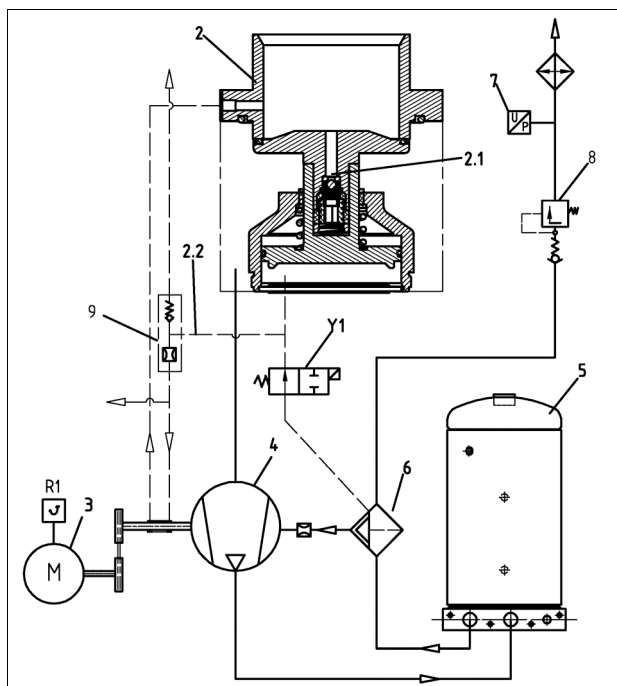

Рис. 4
- Когда система не работает, регулятор впуска (- 2 - Рис. 4) закрыт.
- Давление из напорной емкости (- 5 - Рис. 4) сбрасывается через линию продувки (- 2.2 - Рис. 4) и жиклер (-9 - Рис. 4) в канал всасывания.
- Мотор (- 3 - Рис. 4) запускается в режиме Y.
- Компрессор извлекает определенный объем воздуха через пусковой клапан (- 2.1 - Рис. 4). В емкости поднимается давление и закрывает регулятор.
- При переключении в режим Δ на электромагнитный клапан (- Y1 - Рис. 4) подается питание, и он перекрывает соединение между резервуаром высокого давления и впускным регулятором.
- Впускной регулятор открывается под воздействием разрежения на впуске. Вентилирование управляющего поршня осуществляется через линию продувки (- 2.2 - Рис. 4).
- Клапан минимального давления (- 8 - Рис. 4) открывается, когда давление в напорном резервуаре достигнет примерно 4,5 бар.
- Когда давление достигает верхней точки переключения, установленной на датчике давления в сети (- 7 - Рис. 4), электромагнитный клапан (Y1 Рис. 4) обесточивается.
- Регулятор впуска (- 2 - Рис. 4) вентилируется и закрывается.
- Давление в напорном резервуаре (- 5 - Рис. 4) сбрасывается через впускной фильтр.
- Если нижняя точка переключения достигнута менее чем за 90 секунд, на электромагнитный клапан (- Y1 - Рис. 4) снова подается питание.
- После нажатия кнопки ВЫКЛ. ☹ (Рис. 6) на панели управления питание электромагнитного клапана (- Y1 - Рис. 4) выключается.
- Впускной регулятор (- 2 - Рис. 4) закрывается, и давление в резервуаре (- 5 - Рис. 4) сбрасывается.
- Через 30 секунд электропривод (- 3 - Рис. 4) выключается.
- Электромагнитный клапан (Y1 Рис. 4) обесточен.
- Давление из напорной емкости (- 5 - Рис. 4) сбрасывается через линию продувки (- 2.2 - Рис. 4) и жиклер (- 9 - Рис. 4) в канал всасывания.
- Мотор (- 3 - Рис. 4) запускается.
- Таким образом в емкости под давлением (- 5 - Рис. 4) поддерживается постоянное давление от 4 до 4,5 бара, так как поддерживающий давление обратный клапан (- 8 - Рис. 4) остается закрытым при этом уровне давления.
- Масло подается в винтовой компрессор (- 3 - Рис. 4) благодаря перепаду давления между напорным резервуаром (- 5 - Рис. 4) и местом впрыска в винтовой компрессор (- 4 -).
- Если давление в системе нагрузки падает ниже минимального давления, запрограммированного системой управления, на электромагнитный клапан (- Y1 - Рис. 4) подается напряжение, и он открывается. После этого начинается постепенный подъем давления в емкости под давлением (- 5 - Рис. 4).
- После нажатия кнопки ВЫКЛ на панели управления системой DELCOS Pro LRS питание электромагнитного клапана (- Y1 - Рис. 4) выключается (клапан закрывается), когда мотор привода работает.
- Давление в емкости под давлением (- 5 - Рис. 4) сбрасывается до постоянного давления в пределах от 4 до 4,5 бара.
- Мотор привода (- 3 - Рис. 4) снижает обороты до установленного минимума и переходит в режим остановки через 30 секунд.
- После остановки мотора привода электромагнитный клапан (- Y1 - Рис. 4) выключается (закрывается) и оставшееся в емкости давление сбрасывается через отверстие (- 9 - Рис. 4).
- Если мотор достиг минимальной скорости, а давление нагрузки системы продолжает увеличиваться, питание электромагнитного клапана (Y1 Рис. 4) выключается (клапан закрывается). Давление в емкости под давлением снижается приблизительно до 4 – 4,5 бара и клапан поддержания давления (- 8 - Рис. 4) закрывается.
- Если требуемое значение будет достигнуто до истечения запрограммированного времени последующей работы мотора, тогда питание электромагнитного клапана (Y1 Рис. 4) снова будет включено.